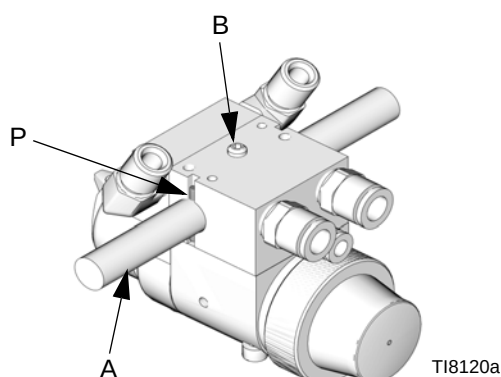

FIG. 3: Montering på svängarm
1. För in stången (A) genom hålet i fördelningsröret enligt FIG. 3.